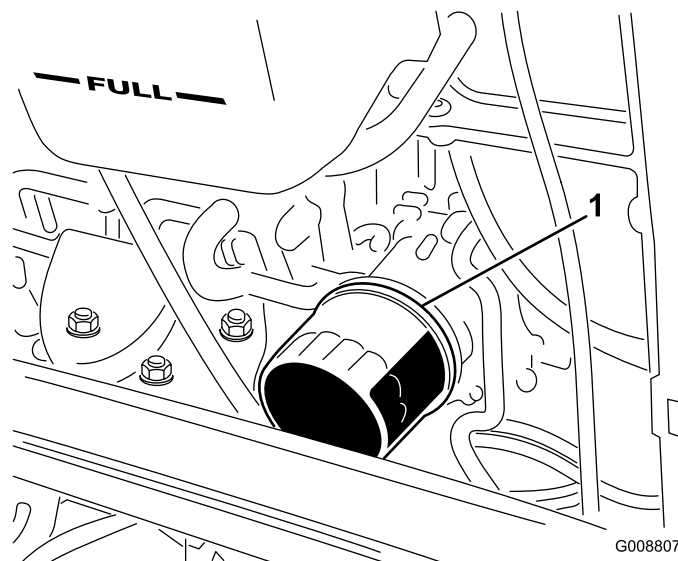

Figura 54
2. Togliete il filtro dell'olio (Figura 54). Applicare un velo di olio pulito sulla tenuta del nuovo filtro prima di avvitarla. **Non serrate troppo.**